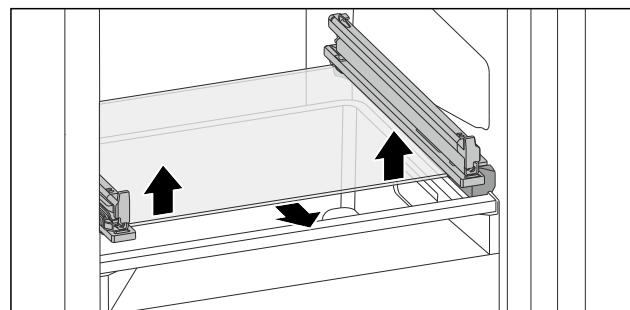

Fig. 107 Glasplatte des abkippbaren Schubfachs
- Glasplatte von unten beidseitig nach oben drücken. (siehe Fig. 107)